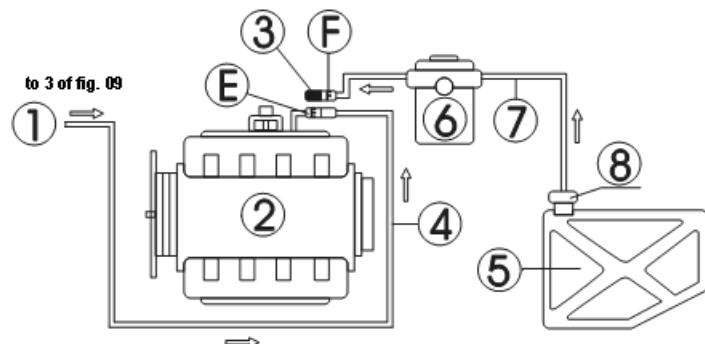

Рис. 10
Подключение шлангов двигателя без возвратного шланга, как показано на Рис. 10.
- 1) Отсоединить шланги подачи топлива (E, F) топливной системы двигателя (при отсоединении соединителя обернуть его куском ткани), и затем подобрать необходимый соединитель и подсоединить его к концу шланга E. Снова подсоединить топливный выпускной шланг установки и подвесить шланг возврата топлива. См. Рис. 10.
- 2) Закрыть другой конец отсоединеного конца шланга (F) надлежащей заглушкой, (использовать в том случае, если топливный насос имеет только функцию возврата топлива) или снять предохранитель топливного насоса, или отсоединить кабель питания топливного насоса.